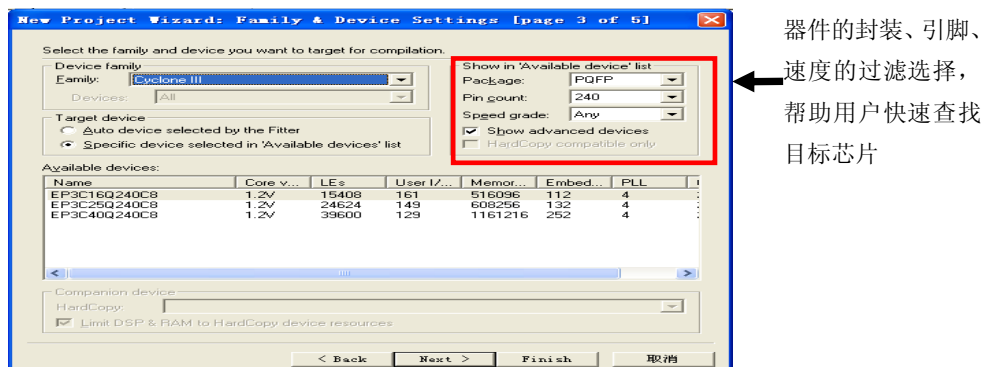
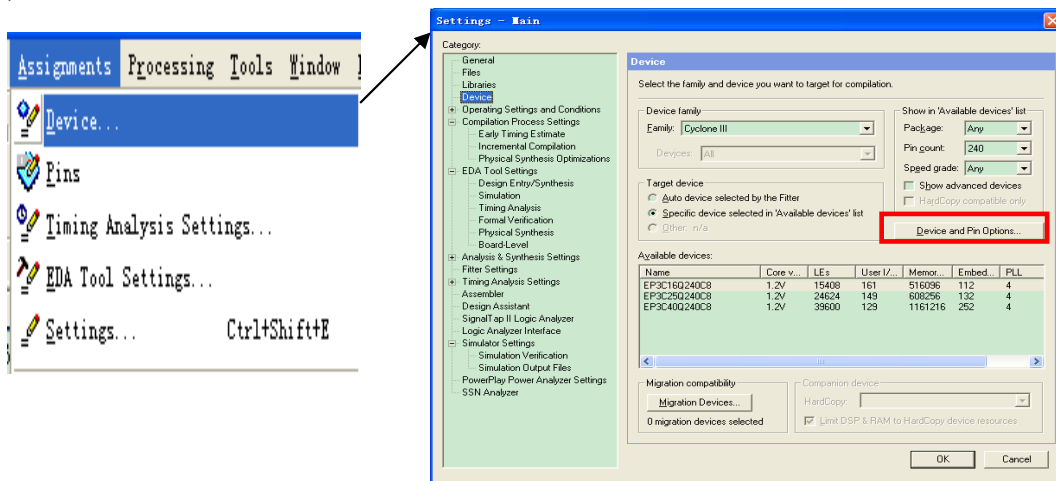

图 7 选择目标芯片
图 12 FPGA/CPLD 器件选择
(3) 选择目标芯片。首先在“Family”栏中选择 Cyclone III 系列；然后在“Target device”选项框中选择“Specific device selected in ‘Available devices’ list”，即选择一个确定的目标芯片。在这里，我们选择此系列的具体芯片 EP3C16Q240C8。EP3C 表示 Cyclone III 系列及此器件的规模；Q240 表示 PQFP 240-pin 封装；C8 表示速度级别。可以通过图 7 所示窗口右边的“Filters”窗格“过滤”选择。选定目标器件后，单击“Next”按钮，进入 EDA 工具设定。
在对工程进行编译前，确定选择的目标芯片是否跟实际的芯片型号一致，如果在建立工程时已经选择好了目标芯片，所以就不需要这一步过程了（见图 7）。如果想重新选择，可以单击“Assignments”菜单下的“Device...”，打开始图 12 所示的对话框，重新选择目标芯片。